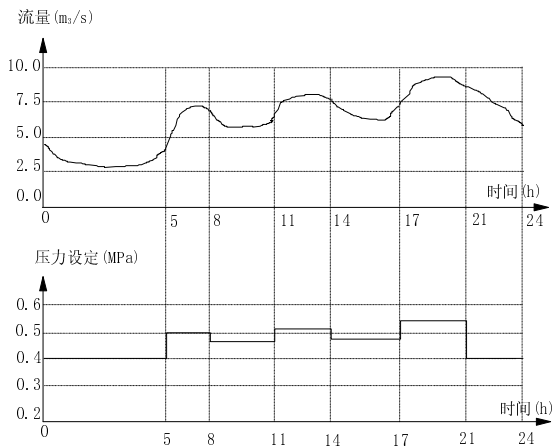

图6—15 6个时间段压力控制
4、为了适应生活供水中的压力/流量波动特性，如通常白天的3个用水高峰期流量波动，以及其他一些特殊应用，系统提供了最多6段的定时压力给定控制以满足使用，可以起到节水和节能的作用。一天的流量波动和多段压力控制如图6—15所示。